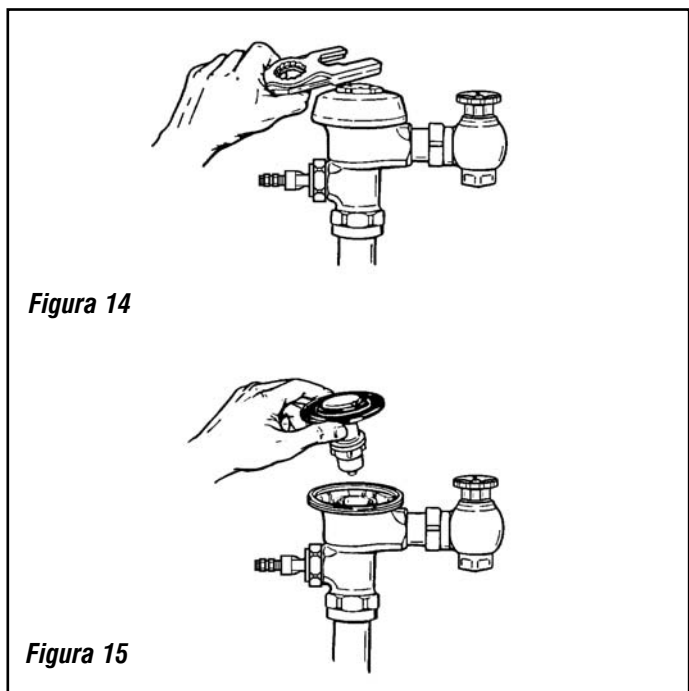

**Figura 13**
**Paso 5 — Instale el Actuador de la Válvula (Figura 13)**